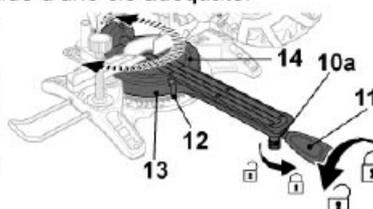

Fig. 16
- > Tournez la table [14] jusqu'à ce que le pointeur [12] indique l'angle souhaité sur l'échelle d'onglet [13] (Fig. 16).